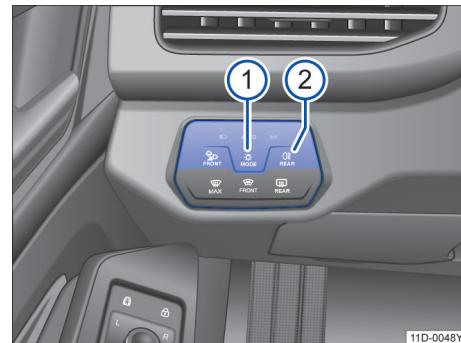

图 74 仪表板局部视图：灯光按钮
- 反复点击按钮 MODE →图 74①，直至相应的指示灯亮起。
- 打开后雾灯：按压按钮  → 图 74②。按钮中的指示灯亮起。同时组合仪表中的指示灯  亮起黄色。